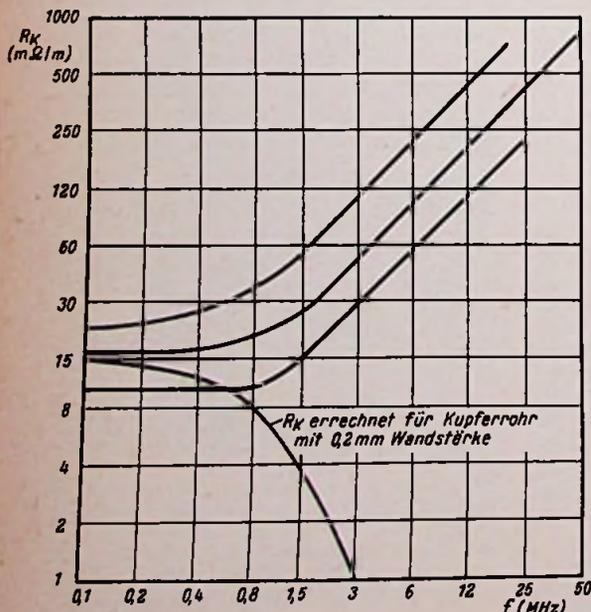

Bild 4. Kopplungswiderstand einiger Geflechte aus 0,2-mm-Kupferdraht im Vergleich zu den theoretischen Werten für ein Massivrohr mit 0,2 mm Wandstärke
Interessant sind die Ergebnisse solcher Messungen, von denen einige für Geflechte aus 0,2 mm starken Drähten in Bild 4 zusammengestellt sind. Die Kurven haben einen ziemlich ähnlichen Verlauf. Der Kopplungswiderstand ist bei tiefen Frequenzen (0,1 MHz) annähernd gleich dem Gleichstromwiderstand. Er wächst mit steigender Frequenz zunächst langsam an und nimmt
Die drei Kurven in Bild 4 stellen Kabel mit gleichen Abmessungen, jedoch unterschiedlicher Steigung der um das Kabel herumgeflechteten Drähte dar. Dabei entsprechen kleinen Steigungswinkeln große Induktivitäten. Dies erscheint auch einleuchtend, denn bei einem kleinen Steigungswinkel sind die Drähte des Geflechtes schraubenförmig in Art einer Spule um das Kabel herum geflochten. Daneben ist selbstverständlich die Dichte des Geflechtes ausschlaggebend. Es darf für einwandfreie Abschirmung nicht zu locker sein, also zu große Zwischenräume zwischen den einzelnen Drähten zeigen.
Im Vergleich dazu ist in Bild 4 noch der Verlauf des Kopplungswiderstandes für ein massives Kupferrohr mit 0,2 mm Wandstärke angegeben. Infolge des Hauteffektes, d. h. der geringen Eindringtiefe von Strömen bei höheren Frequenzen, ist bei ihm die Abschirmwirkung bei hohen Frequenzen besser als für niedrige. Leider jedoch ist dies technisch nicht auswertbar, da massive Kupferrohrmünten nicht biegsam sind.
meist Potentiometer oder Induktive Geber als Meßgeräte und Gleich- oder Wechselstrommotoren als Stellmotoren verwendet. In solchen Regelanlagen, in denen die Verstellzeit (genormt Stellzeit T_y) verhältnismäßig groß (gegenüber den vorher genannten Reglern in Hf-Geräten) ist und von ungefähr einer Sekunde bis zu einigen Minuten dauern kann, werden als zeitabhängige Glieder meist Kombinationen aus Motor und induktivem Geber oder Motor und Meßpotentiometer verwendet (9, 10). Voraussetzung hierbei ist es, daß besonders hier nur Motoren mit linearer Spannungs-Drehzahlenlinie (5) benutzt werden. Bild 9 zeigt für beide Kombinationsmöglichkeiten die Ausführungen als verzögerte, Differentialquotienten- und als Integralgeber. Welche Reglerart, für Gleichstrom mit Meßpotentiometern oder für Wechselstrom mit induktiven Gebern, verwendet wird, das hängt allein von praktischen Erwägungen ab. Während bei dem Gleichstromsystem Verstärker nach Art der bolometrischen, lichtelektrischen oder Wechselstromverstärker mit Wiedergleichrichtung (11) verwendet werden, ist die Verstärkung beim Wechselstromsystem mittels normaler Röhrenverstärker oder mit Hilfe von Transduktoren (magnetischen Verstärkern) möglich. Die von der Regelstrecke aufzubringenden Drehmomente zum Verstellen des Meßpotentiometers oder des induktiven Gebers an der Stelle des Meßgerätes im Regelkreis (siehe Bild 4) betragen beim Potentiometer 0,1 bis 0,4 cmg (12) und beim induktiven Geber 0,2 cmg (9).